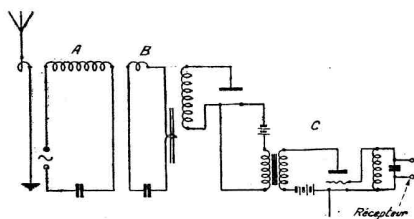

Fig. 19
1) **Stabilisateur système Chireix (S.F.R.).** — Le schéma principal de ce stabilisateur est donné à la fig. 19. L'antenne est reliée au circuit oscillant A et au circuit oscillant B, dont quelques tours sont portés sur le noyau de fer. Lorsque β de la station se trouve modifiée grâce à une disposition spé-